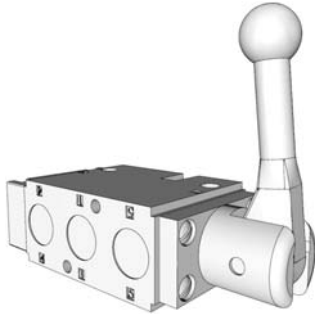

**FIG. 14**
- b. Branchez le moteur à air de l'enrouleur sur le port 2 (FIG. 14).